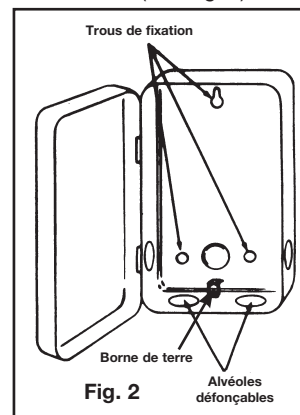

Fig. 2
1. Monter la minuterie à l'emplacement souhaité par les trois trous de fixation prévus à cet effet. Monter la minuterie à hauteur des yeux, si possible, en prévoyant un espace suffisant sur la gauche du boîtier pour ouvrir complètement le couvercle (voir Fig. 2). Il n'est pas nécessaire de démonter le mécanisme de minuterie du boîtier pour permettre la pose dans la mesure où le trou de fixation du haut est de type trou en poire. Poser une vis ou autre attache de fixation à hauteur des yeux. La tête de la vis ou de l'attache doit être légèrement plus grande que la partie étroite du trou en poire afin d'assurer que la minuterie soit solidement tenue en place. Les deux trous de fixation restants servent à fixer la minuterie en place.